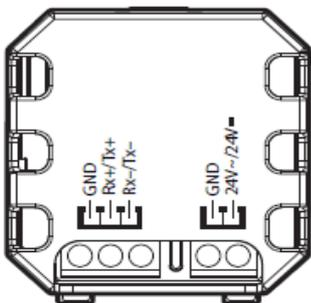

Fig. 3
3. Machen sie die elektrischen Verbindungen (Abb.3); stellen sie sicher, dass die Polarität (24V DC, GND) die richtige für ein Gleichstrom Netzteil ist